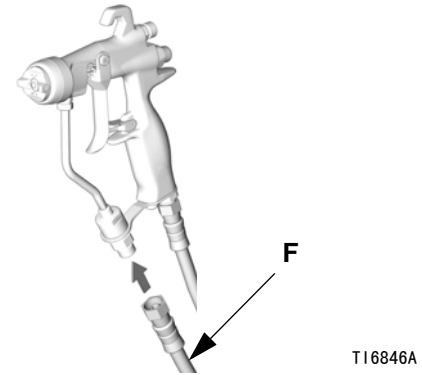

图 4
2. 将流体软管 (F) 连接到喷枪的流体入口上。见图 4。如果需要，可在喷枪入口安装流体旋转接头 (189018) 以获得最佳操作性。见第 35 页的附件。